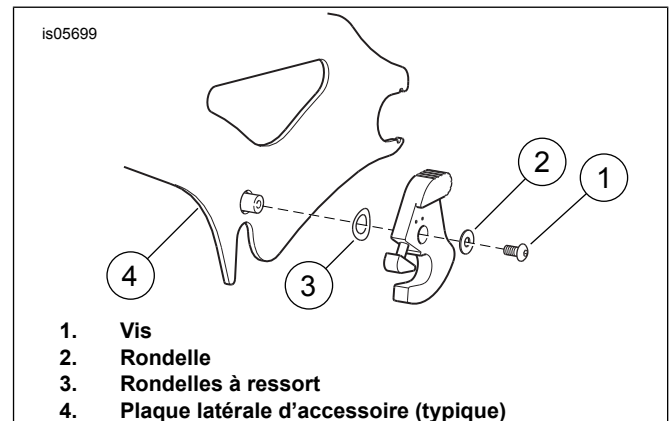

Figure 1. Retirer le loquet (installation externe gauche illustrée)
2. Voir Figure 1. Retirer la vis (1) et la rondelle (2) des loquets à remplacer par le nouveau loquet de verrouillage. Conserver la vis et la rondelle pour l'installation. Selon l'accessoire, il pourrait y avoir une deuxième petite rondelle sous la vis, collée sur le montant de l'accessoire. Si elles sont présentes, conserver et réutiliser les deux rondelles. Les instructions ci-dessous assument qu'une seule rondelle est présente.